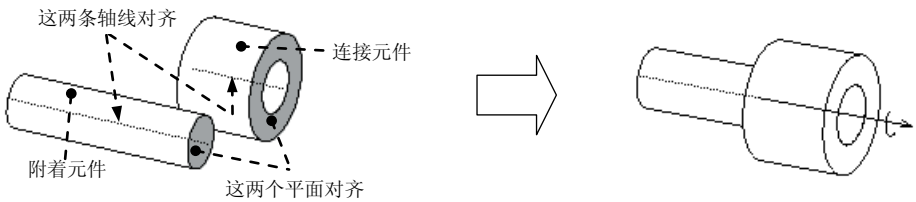
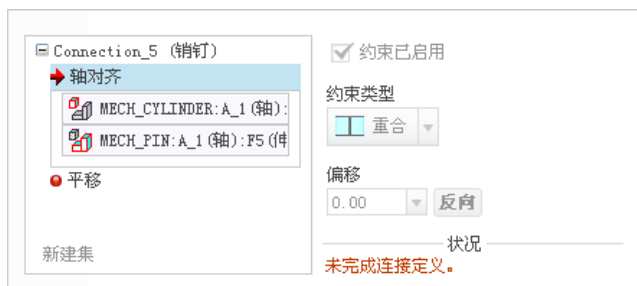
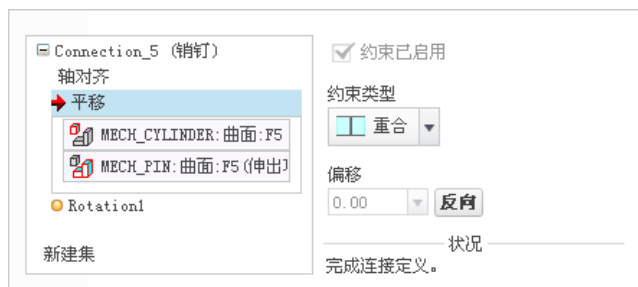

图 9.2.3 销钉（Pin）接头
图 9.2.4 “轴对齐”约束参考
图 9.2.5 “平移”约束参考
② 单击操控板中的  放置 选项卡，在弹出的界面中可看到，销钉连接包含两个预定义的约束： 轴对齐和  平移。
③ 为“^点轴对齐”约束选取参考。分别选取图 9.2.3 中的两条轴线（元件 MECH_PIN.PRT 和 MECH_CYLINDER.PRT 的中心轴线），此时  放置 界面如图 9.2.4 所示。
④ 为“平移”约束选取参考。分别选取图 9.2.3 中的两个平面（元件 MECH_PIN.PRT 和 MECH_CYLINDER.PRT 的端面）以将其对齐，从而限制连接件沿轴线平移。此时 **放置** 界面如图 9.2.5 所示。